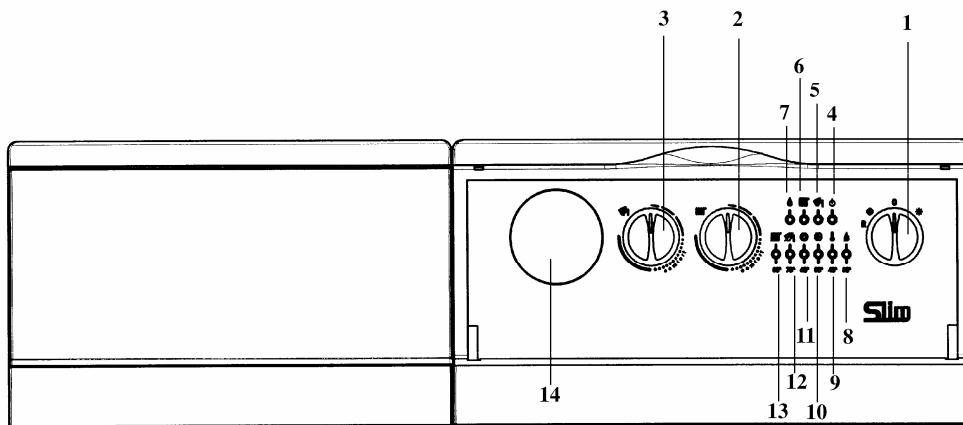

Рис. 1: Панель управления котла
- установить переключатель режимов «лето - зима» (рис. 1, позиция 1) в нужный режим;
- установить регулятор температуры воды в системе отопления (рис.1, позиция 2) на нужное значение;
- установить регулятор температуры воды в бойлере (рис.1, позиция 3) на нужное значение;
Режим работы в системе ГВС может быть исключен путем установки регулятора температуры воды в бойлере (рис.1, позиция 3) на минимальное значение, необходимое для защиты бойлера от замерзания.
Режим работы в системе ГВС можно исключить, установив ручку (рис.1, позиция 3) в положение минимума, что соответствует работе бойлера в режиме "антизаморозки".
**Важная информация:** при переключателе режимов «лето - зима» (рис. 1, позиция 1), установленном в положении «зима» , перед каждым очередным включением котла по сигналу регулятора системы отопления установлена задержка на несколько минут (для того чтобы избежать частых включений/выключений). Для того чтобы горелка включилась сразу, переведите переключатель в положение (0), а затем снова установите режим «зима».
- установить переключатель режимов лето-зима (рис.1, позиция 1), в положение "лето";
- установить регулятор температуры воды в бойлере (рис.1, позиция 3) на нужное значение.
**Внимание!** При первом включении внутри трубы подачи газа могут образоваться воздушные пробки. В таких случаях горелка не будет включаться и произойдет блокировка котла по газу (загорается красная лампочка блокировки котла - рис. 1, позиция 8). При возникновении данной проблемы повторите процесс включения котла до поступления газа в горелку, кратковременно установив перед включением переключатель режимов (рис. 1, позиция 1) в положение R (сброс).
Данное устройство может быть снабжено комнатным термостатом для контроля температуры отапливаемого помещения. В этом случае регулятор температуры воды в системе отопления (рис.1, поз. 2) устанавливается в максимальное положение, а сигналы на включение и выключение котла поступают от комнатного термостата.
При отсутствии комнатного термостата температура помещения регулируется косвенным образом при помощи регулятора температуры воды в системе отопления (рис.1, поз. 2); при таких условиях насос системы отопления работает постоянно. Для увеличения температуры повернуть регулятор по часовой стрелке, для уменьшения - против часовой стрелки.
- Установить переключатель режимов (рис. 1, поз. 1) в положение «лето» ☀. В этом случае котел будет работать только на контур ГВС.
- Установить переключатель режимов (рис. 1, поз. 1) в положение (0), проследив, чтобы лампочка-индикатор (рис. 1, позиция 2) погасла; таким образом прекращается подача электричества на котел.
Регулятор температуры воды в бойлере (рис. 1, поз. 3) может использоваться только при наличии накопительного бойлера. В этом случае возможно отрегулировать температуру воды контура ГВС, установив регулятор на нужное значение.
Приоритет ГВС можно отключить установив регулятор (рис. 1, поз. 3) на минимальное значение в соответствии с функцией защиты от замерзания воды в бойлере.
- переключатель режимов (рис.1, позиция 1) не установлен в положение (0);
Если Вы не хотите нагревать воду в бойлере, переведите регулятор температуры горячей воды (рис.1, позиция 3) на минимальное значение (0); электронная система управления проследит за тем, чтобы температура не опускалась ниже 5°C.